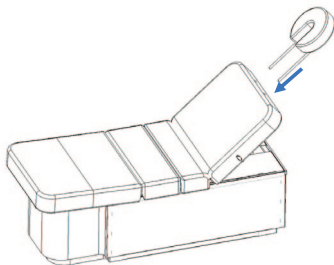

Bild3 Montage Des Craddles
- 2 - Setzen Sie das CRADDLE zusammen SEHEN SIE MONTAGE DES CRADDLES (Bild 3)